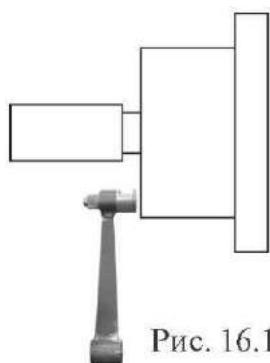

Рис. 16.1
16.2. Калибровка устройства измерения дистанции. Для оценки погрешности устройства ввода дистанции выдвиньте штангу ввода параметров и уприте ее палец в задний торец фланца вала, как показано на рис.16.1. При этом на индикаторах 1 отображается величина введенной дистанции, а на индикаторах 4 величина диаметра диска. Если величина дистанции на индикаторах 1 не равна  $4,5 \pm 0,2$ , то устройство ввода дистанции требует калибровки.